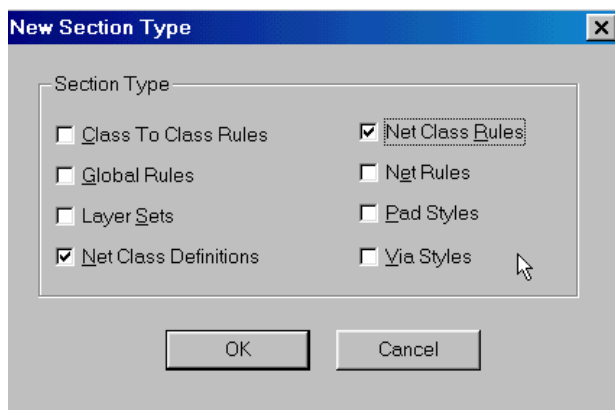

Рис. 6-41. Выбор типа секции
10) На панели выбора типа секции (рис. 6-41) установите флажки *Net Class Definitions* и *Net Class Rules* и нажмите кнопку **OK**. В группе «Классы» появятся две новые секции.